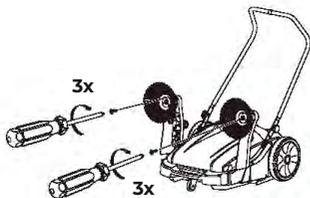

Рис. 4
1. Достаньте щётки из комплекта поставки и установите их с помощью винтов (рис. 4)